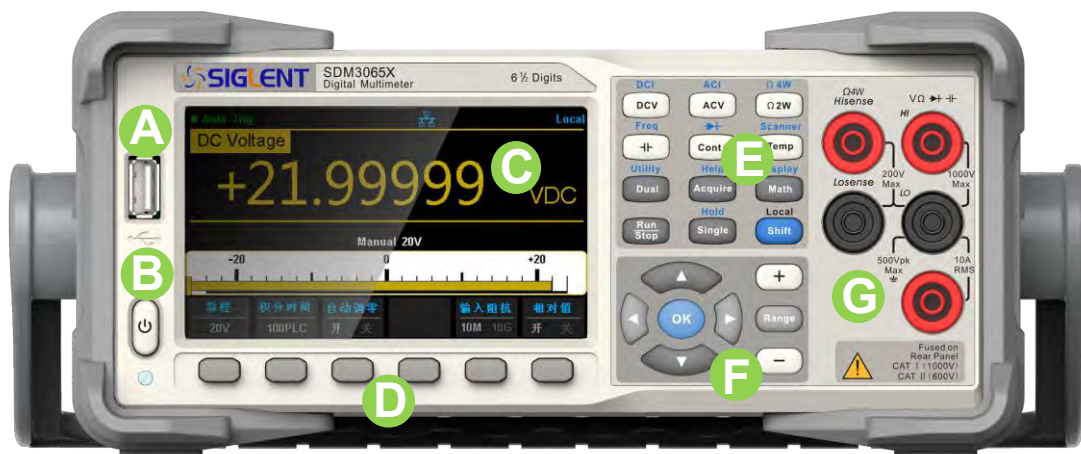

图 1-5 前面板示意图
**SDM3065X**数字万用表向用户提供了简单而明晰的前面板,这些按钮按照逻辑分组排列,可选择对应按钮进行相关的操作,如图1-5所示。